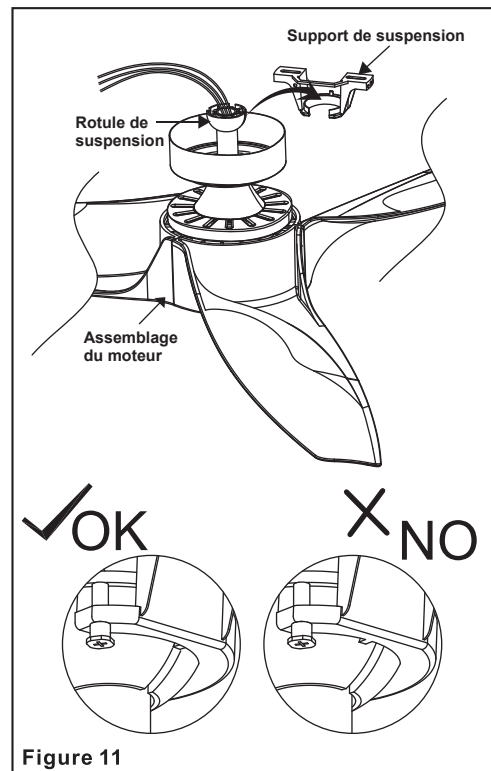

Figure 11
Étape 7. Soulevez délicatement l'ensemble et posez la boule de suspension de la tige descendante sur le support de suspension fixé à la boîte de sortie. Assurez-vous que la rainure de la boule de suspension est alignée avec l'onglet du support de suspension. (Fig.11)